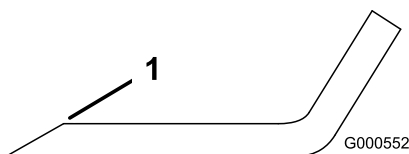

Figure 52
1. Au moyen d'une lime, aiguissez les tranchants à chaque bout de la lame (Figure 52).
**Remarque:** Si la lame est déséquilibrée, limez un peu l'extrémité de la partie relevée seulement (Figure 52).